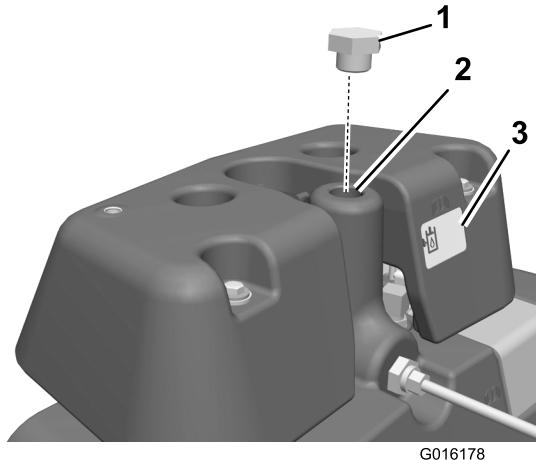

Figura 8
2. Flecha de la tuerca (2)
31. Retire y deseche el respiradero, y rellene el depósito hidráulico principal con aceite hidráulico (Figura 8).
32. Instale un tapón en lugar del respiradero (Figura 8).
33. Llene el depósito del detector de fugas con aceite hidráulico hasta que el nivel de aceite llegue al centro de la mirilla del depósito (Figura 8).